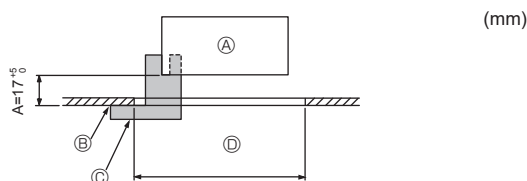
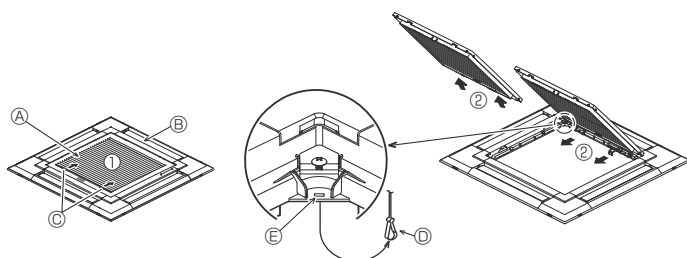
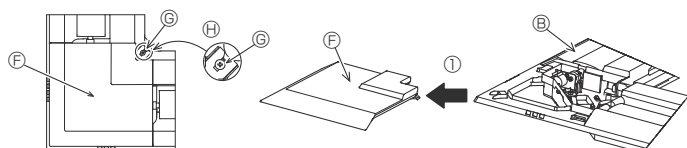

Fig. 7-2
Fig. 7-3
Fig. 7-4
①	Grille	1	950 × 950 (mm)
②	Schéma d'installation	1	(Divisé en 4 parties)
③	Vis (4 × 16)	1	Pour PLP-6EAE, PLP-6EALME2
④	Panneau d'angle du i-see Sensor	1	Pour PLP-6EAE, PLP-6EALME2
⑤	Télécommande sans fil	1	Pour PLP-6EALM2, PLP-6EALME2
⑥	Support de la télécommande	1	Fournie s'il s'agit d'un modèle avec télécommande sans fil.
⑦	Piles LR6 AA	2	Fournie s'il s'agit d'un modèle avec télécommande sans fil.
⑧	Vis autotaraudeuses 3,5 × 16	2	Fournie s'il s'agit d'un modèle avec télécommande sans fil.
7.2. Préparation avant d'attacher la grille (Fig. 7-2)
• À l'aide de la jauge ② fournie avec ce kit, ajustez et vérifiez la position de l'appareil principal par rapport au plafond. Si l'appareil principal n'est pas correctement positionné par rapport au plafond, des fuites d'air peuvent se produire et provoquer un phénomène de condensation.
- Ⓒ Schéma d'installation ② (inséré dans l'appareil principal)
7.2.1. Retrait de la grille d'admission (Fig. 7-3)
• Pour ouvrir la grille d'admission, faire glisser les leviers dans le sens indiqué par la flèche ①.
• Lorsque la grille se trouve en position "ouverte", retirer la charnière de la grille d'admission comme indiqué par la flèche ②.
7.2.2. Retrait du panneau en coin (Fig. 7-4)
• Dévissez les 4 vis de coin. Pour retirer le panneau, faites-le glisser dans le sens indiqué par la flèche ①.
[Fig. 7-3] [Fig. 7-4]